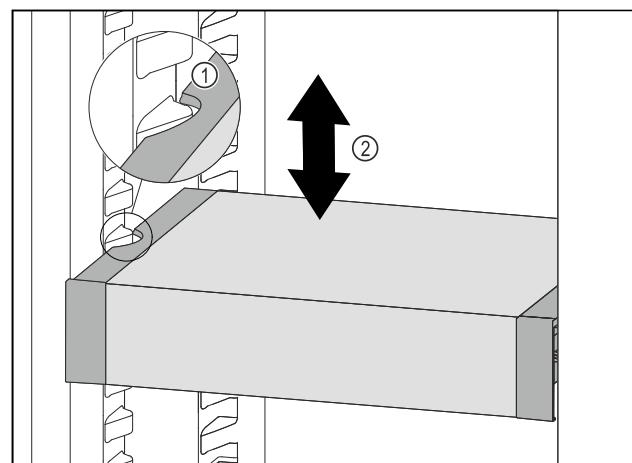

Fig. 131
- VarioSafe nach vorne ziehen, bis sich die seitlichen Aussparungen des VarioSafes auf Höhe der Behälterrippe im Kühlteil befinden. Fig. 131 (1)
- VarioSafe im Kühlteil nach oben oder unten bewegen, bis gewünschte Höhe erreicht ist. Fig. 131 (2)